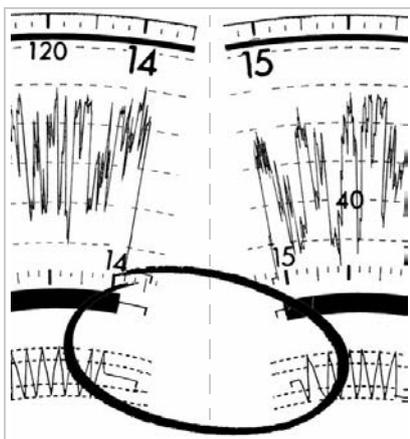

Abb. 73: Beim 1. und beim 2. Schaublatt verläuft die Wegstreckenaufzeichnung auf gleicher Höhe und in gleicher Richtung.
- Die Wegstreckenaufzeichnung muss auf gleicher Höhe fortgeführt und bei Weiterfahrt in gleicher Richtung weiterbewegt werden, siehe Abb. 73;